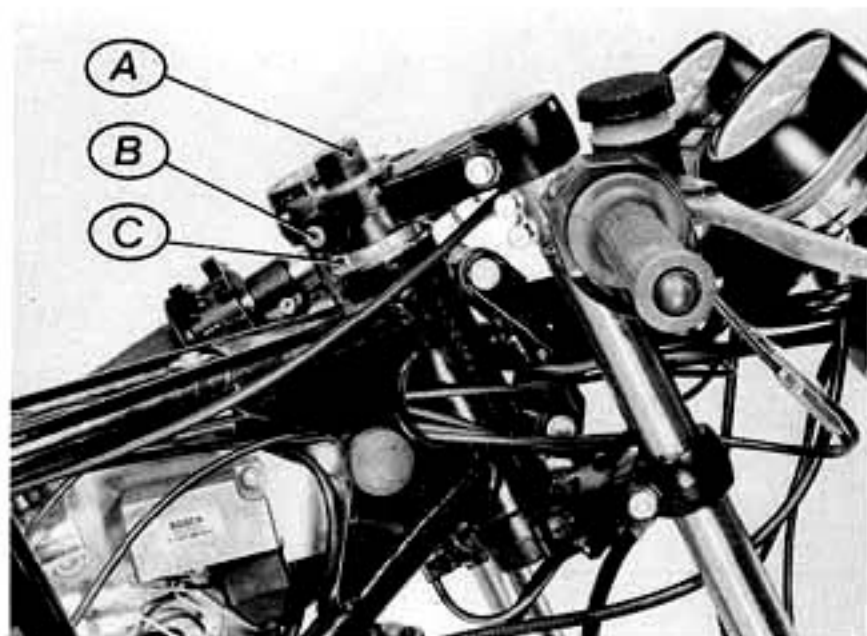

Fig. 125
Rimuovere la ghiera (C) e sfilare dal canotto il perno di sterzo completo di crocera inferiore (fig. 125).
Remove the ring nut (C) and slide the steering stem complete with lower yoke off the frame head (fig. 125).